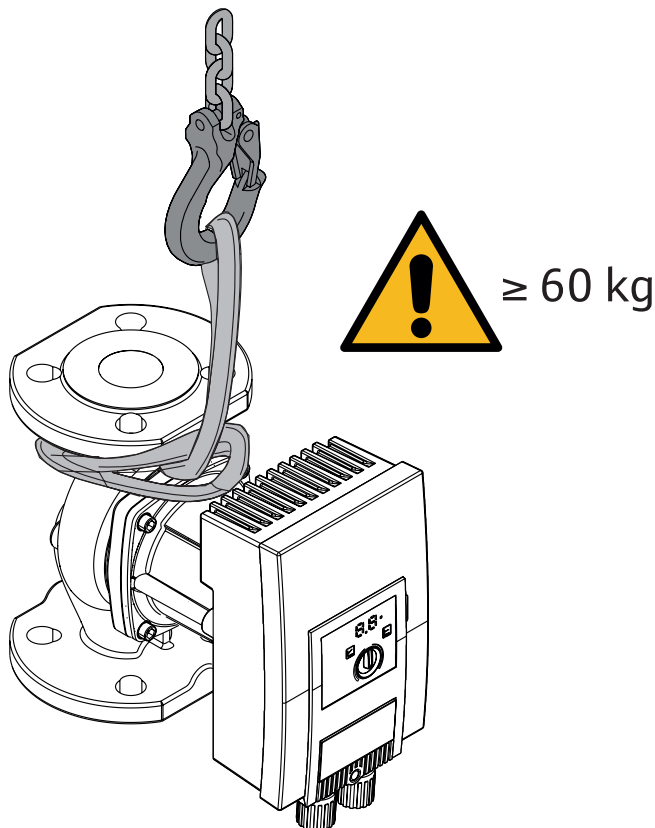

Fig. 3: Přeprava
- Přenášejte pouze za motor nebo skříň čerpadla → Fig. 3.